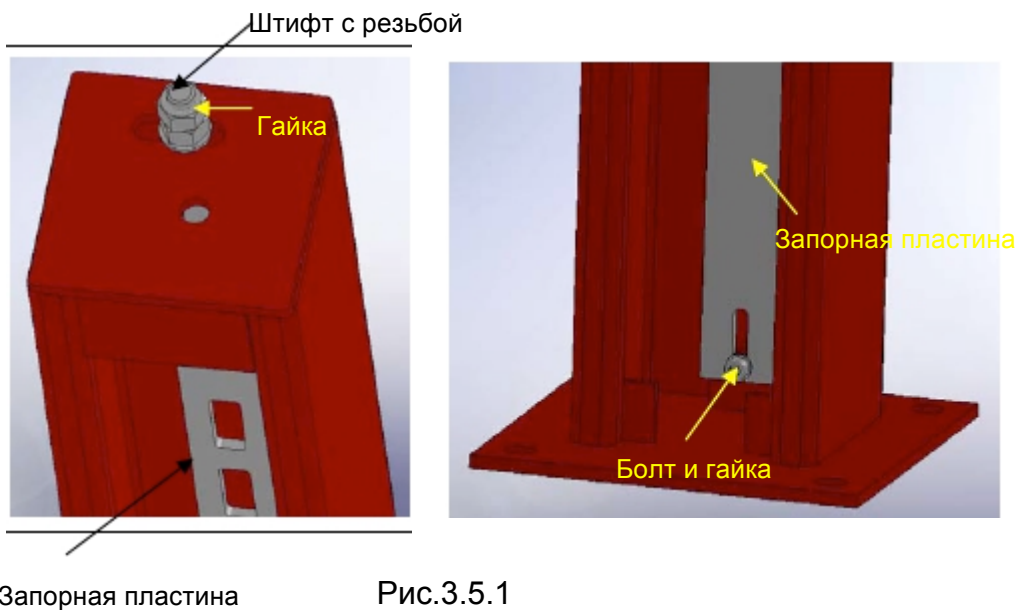

Рис.3.5.1
3.5.1 Установите запорные пластины ("лестница" для блокираторов безопасности) в стойки так, чтобы резьбовой конец штифта прошел сквозь отверстие в верхней пластине. Пока НЕ ЗАТЯГИВАЙТЕ верхнюю гайку и НЕ ЗАКРЕПЛЯЙТЕ низ запорной пластины (см.рис. 3.5.1)